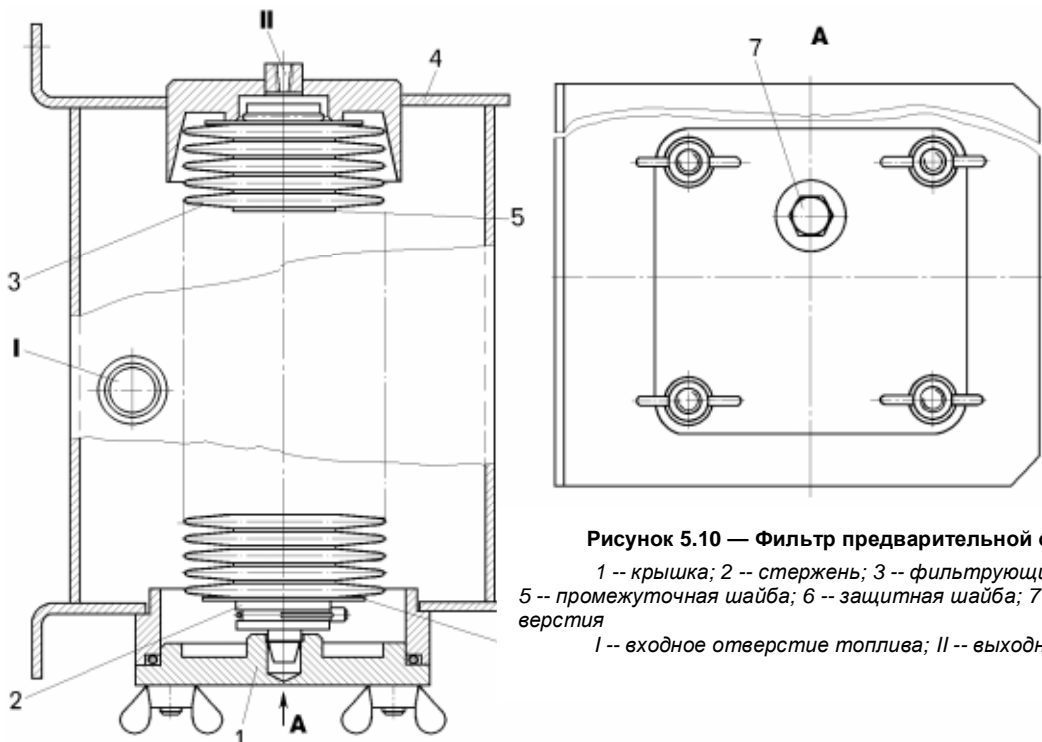

Рисунок 5.10 — Фильтр предварительной очистки топлива:
- отвернуть четыре гайки-барашка, снять крышку 1 и уплотнительное кольцо (рисунок 5.10);